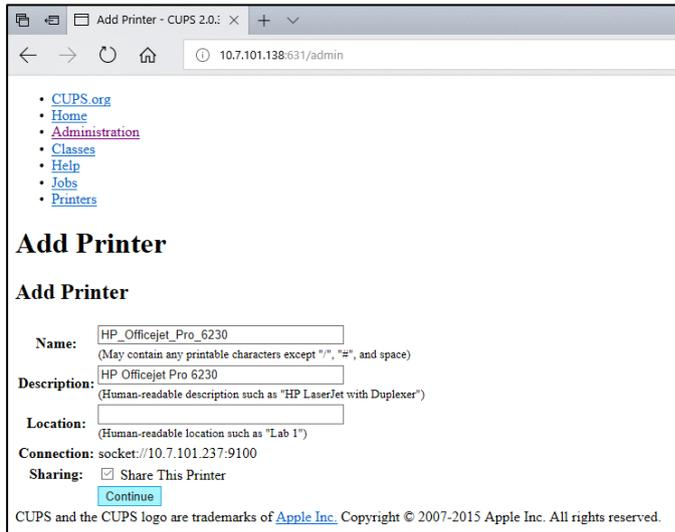

Figura 76. Pantalla "Add printer" (Añadir impresora).
5. Seleccione Share this printer (Compartir esta impresora) y pulse Continue (Continuar; consulte la figura 76, en la página siguiente).